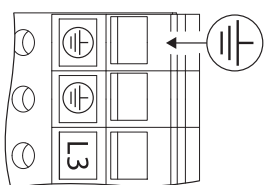

Fig. 27 : Mise à la terre supplémentaire
- En raison du courant de décharge plus élevé sur les moteurs à partir de 11 kW, il faut raccorder une mise à la terre renforcée conformément à la norme EN 50178 (voir fig 27).